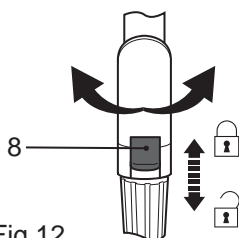

Fig.12
- > Puxe o botão de bloqueio (8) para trás e segure nesta posição (Fig.12).